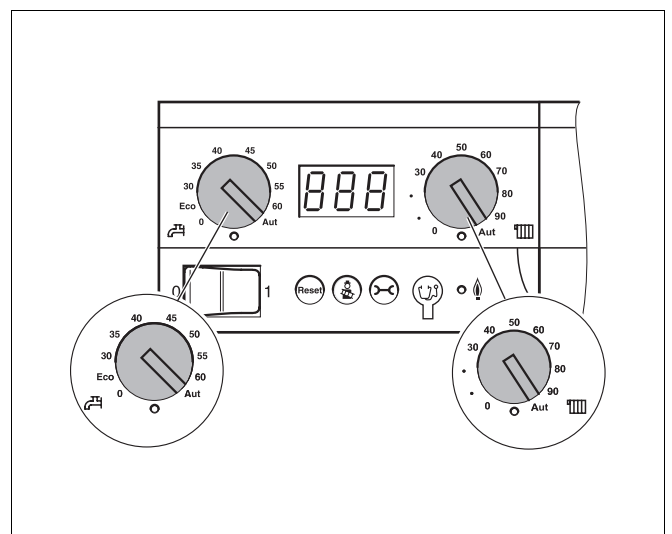

Abb. 3 Basiscontroller Logamatic BC10
- Drehen Sie beide Drehknöpfe (Abb. 3) am Basiscontroller Logamatic BC10 auf „Aut“ (Automatik-Betrieb). In dieser Stellung übernimmt die Bedieneinheit die Kontrolle.